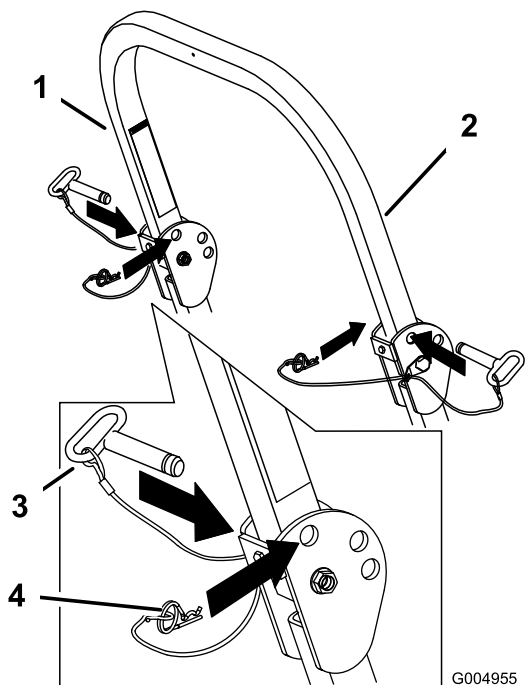

Figure 10
1. Retirez les goupilles fendues puis les 2 axes (Figure 10).
3. Posez les 2 axes et fixez-les avec les goupilles fendues (Figure 10).
4. Pour relever l'arceau de sécurité, retirez les goupilles fendues puis les 2 axes (Figure 10).
5. Relevez complètement l'arceau de sécurité puis insérez les 2 axes et fixez-les avec les goupilles fendues (Figure 10).